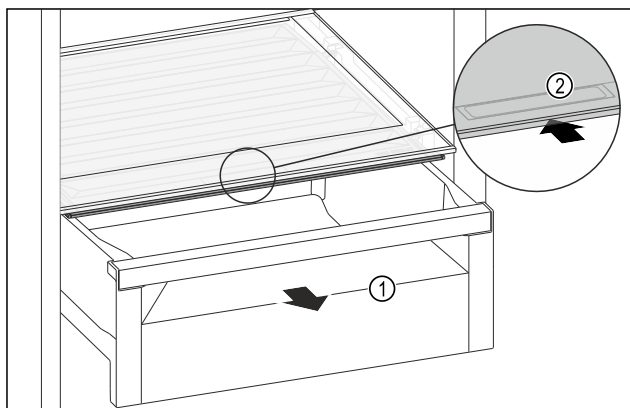

Fig. 188
- ▶ Izvlecite predal Fig. 188 (1).
- ▶ Primite prijemalno vdolbino Fig. 188 (2) na pokrovu predala in pokrov predala istočasno potisnite nazaj.